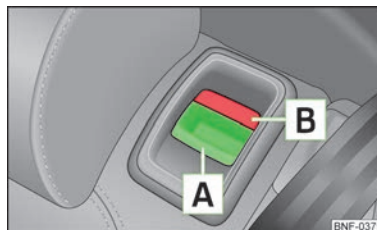

Fig. 38
- Presionando el asidero de desbloqueo A » fig. 38 desbloquear el respaldo e inclinarlo hacia delante.
- A continuación, rebatir el respaldo hasta que el asidero de desbloqueo encastre - comprobarlo tirando del respaldo » fig. 38.
- Cerciorarse de que la marca roja B » fig. 38 ya no sea visible.